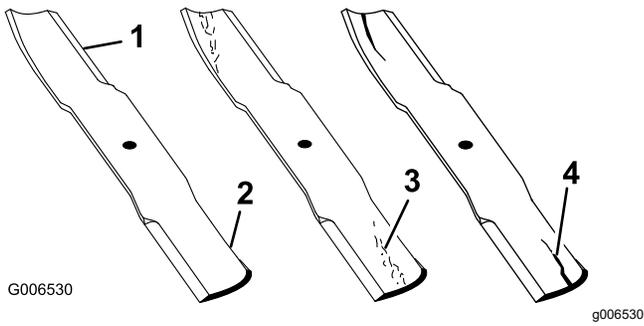

Figura 107
- Inspeccione los filos de corte (Figura 107).
- Si observa fisuras, desgaste o la formación de una ranura en esta zona, instale de inmediato una cuchilla nueva (Figura 107).